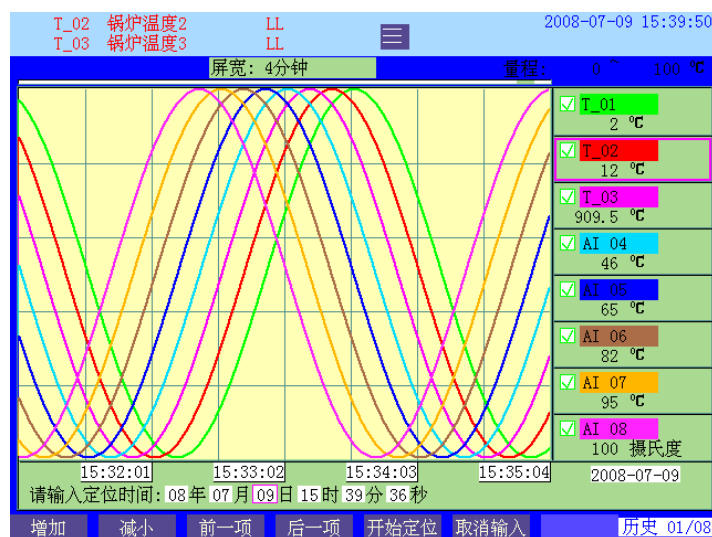

图 6-10 定位追忆
- 无纸记录仪提供了一种快速定点追忆方式。单击面板上的【定位】，系统弹出时间输入栏，用面板上的【前一项】和【后一项】移动光标可依次选择年、月、日、时、分和秒，当光标移动到确定的选框时，左旋旋钮和右旋旋钮或面板上的【增加】和【减小】进行追忆时间的调整。当用户对需要追忆的定点时间设置完毕后，单击面板上的【开始定位】，系统即自动定位到定点时间所在的那一屏，退出定点追忆设置状态，并显示标尺，定位在定点时间，如图 6-10 所示。当定点时间早于可追忆范围时，系统会自动定位到最早记录时间上，当晚于当前时间时，系统会自动定位至当前时间。